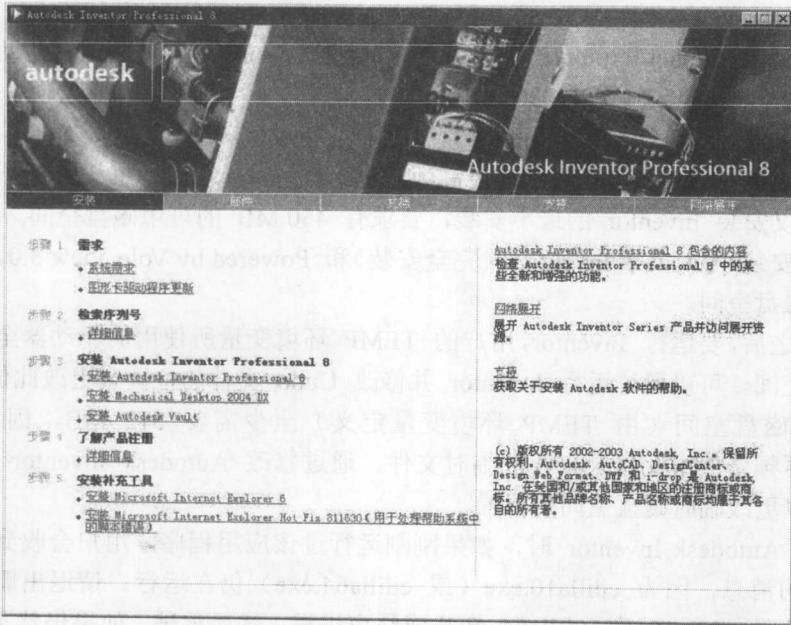
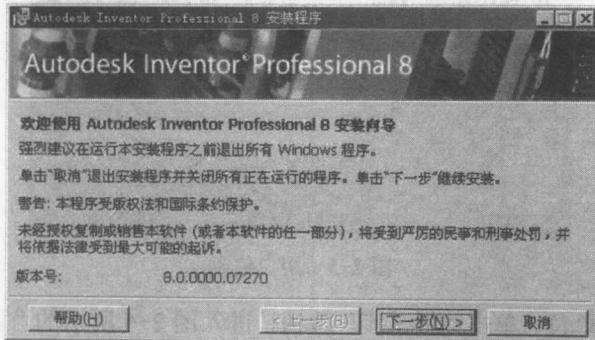

图 2-1 Autodesk Inventor Professional 8 安装向导
图 2-2 安装向导
将 Inventor 安装光盘放入光驱之后，操作系统将启动光盘根目录下的自动运行程序，屏幕上出现图 2-1 所示的【Autodesk Inventor Professional 8】界面。
(1) 单击图 2-1 中的“安装 Autodesk Inventor Professional 8”选项，系统弹出【Autodesk Inventor Professional 8 安装程序】向导界面，如图 2-2 所示。